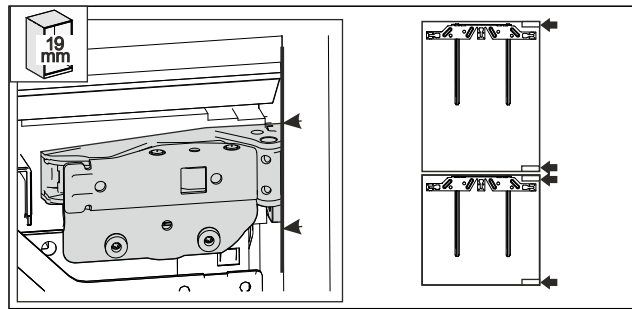

Fig. 56
- ▶ 19 mm debela bočna stijenka namještaja: prednji rub šarke poravnat je s prednjom stranom bočne stijenke namještaja. Fig. 56 ()